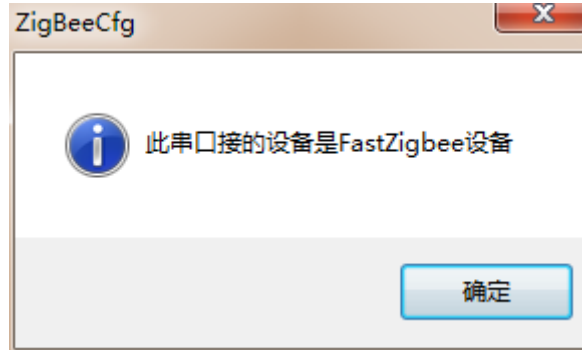

图 8.3 获取固件类型
(1) 使用 ZigBeeCfg 配置工具，在点击【打开串口】按钮之后，再点击【获取固件类型】按钮获取模块目前的固件类型，确认模块固件是否为“FastZigBee 设备”，如图 8.3 获取固件类型所示。模块所支持的 ZigBee 固件，均可通过 ZLG 致远电子官网下载。